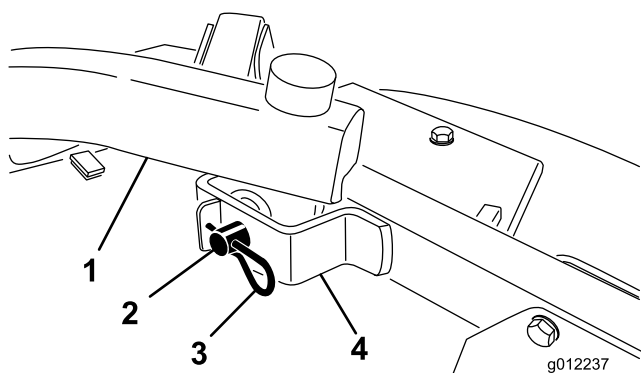

図 21
4. 昇降アームをキャスタ・アーム・ブラケットに固定しているヘアピン・コッターとクレビス・ピンを外す (図 21)。